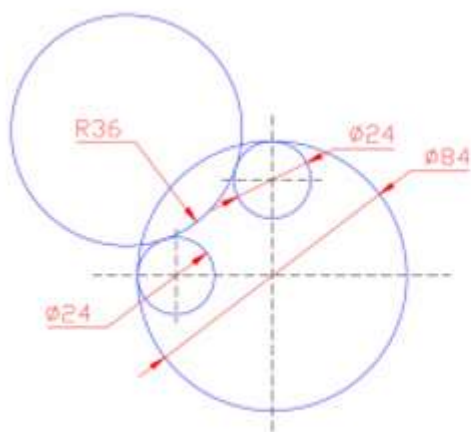
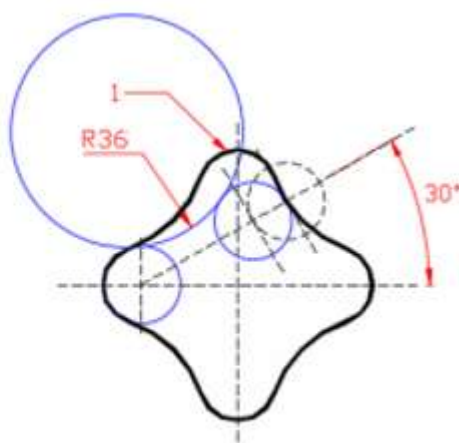
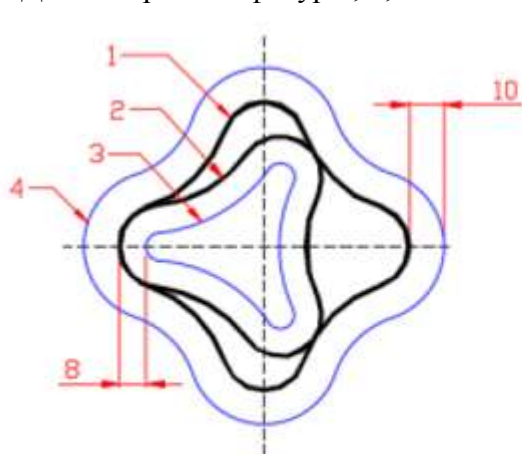

Рис. 2.
Рис. 3.
Рис. 4.
14.1. Вспомогательные построения, показанные на рис.2 и рис.3 используются для построения сопряжения двух окружностей дугой заданного радиуса. Используйте вспомогательные построения на рис.2 для построения фигуры 1 (см. рис.3,4), а на рис.3 для построения фигуры 2 (см. рис.4).
14.2. Фигура 1 на рис.4 получена при помощи команды ПОЛИЛИНИЯ. Для рисования вспомогательных построений использовались команды КОПИРОВАТЬ и Рисование=> КРУГ=Две точки касания, радиус. Для вспомогательных построений фигуры 2 использовалась команда ЗЕРКАЛО
14.3. Для построения фигур 3, 4, показанных на рис. 4 пользуйтесь командой **смещение**